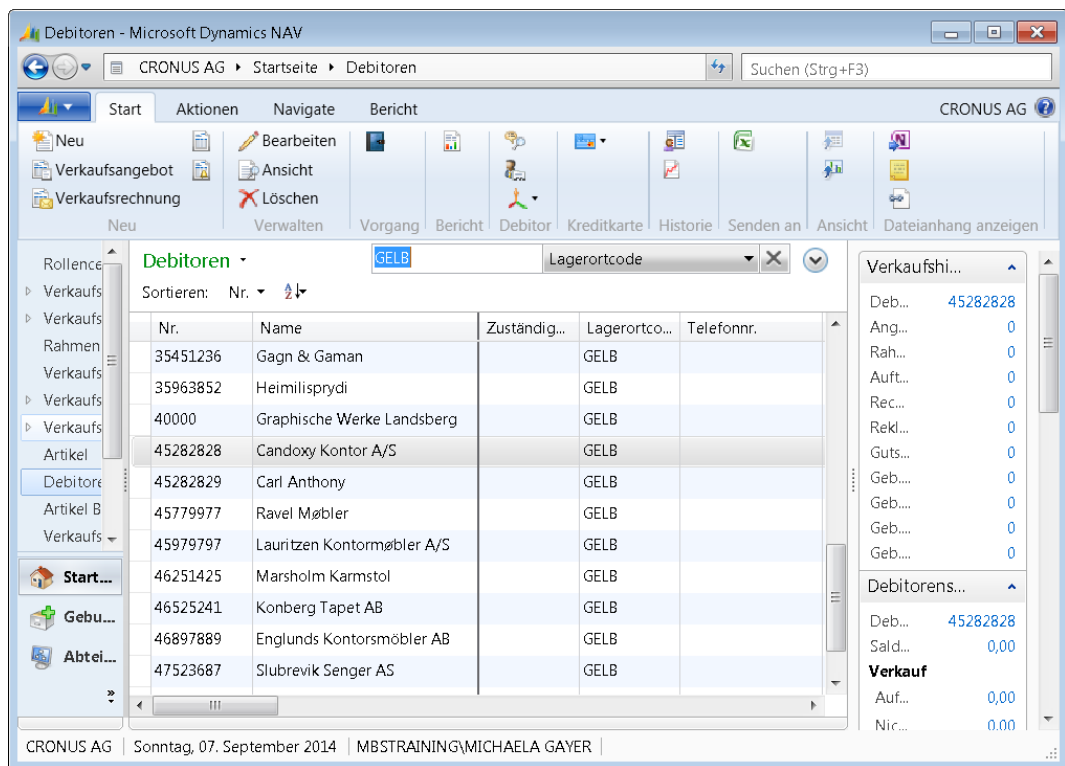

Abbildung 2.9 Schnellfilter auf Lagerort »GELB«
2. Den Schnellfilter finden Sie im Filterbereich der Debitorenübersicht. Im Auswahlfeld rechts im Filterbereich treffen Sie die Auswahl »Lagerortcode«, um auf den Lagerort zu filtern (siehe Abbildung 2.9).